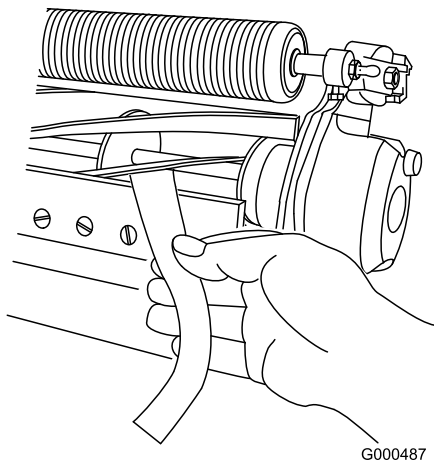

Figura 5
2. Porca do parafuso de ajuste da barra de apoio (2)
B. Insira uma fita comprida de papel de desempenho de corte entre o cilindro e a lâmina de corte, perpendicular à lâmina de corte (Figura 5) e, em seguida, rode **lentamente** o cilindro para a frente; deve cortar o papel; caso contrário, repita os passos A e B até que o faça.
11. Insira uma fita comprida de papel de desempenho de corte entre o cilindro e a lâmina de corte, perpendicular à lâmina de corte (**Figura 5**) e, em seguida, rode **lentamente** o cilindro para a frente; deve cortar o papel; caso contrário, rode cada parafuso de ajuste da barra de apoio no sentido dos ponteiros do relógio 1 clique e repita este passo até que corte o papel.